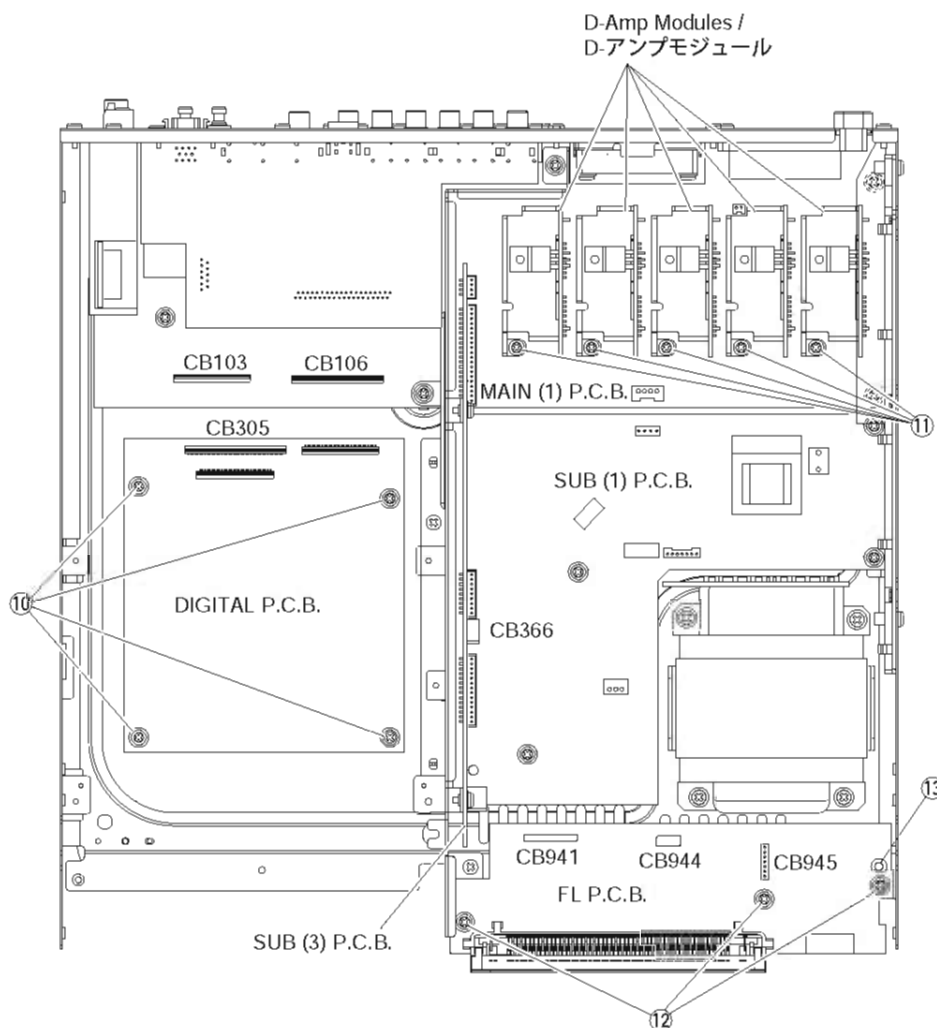

Fig. 6
- a. Disconnect the connectors CB305, CB103, CB106, CB366 and CB941 in Fig. 6.
- b. Remove 4 screws ( ⑩ ) and then remove the DIGITAL P.C.B. in Fig. 6.
- a. コネクターCB305、CB103、CB106、CB366、CB941を外します。(Fig. 6)
- b. ⑩のネジ4本を外し、DIGITAL P.C.B.を外します。(Fig. 6)
Remove 5 screws ( ⑪ ) and then remove the D-Amp Modules in Fig. 6.
- ⑪のネジ5本を外し、D-アンプモジュールを外します。(Fig. 6)
- a. Disconnect the connectors CB644 and CB945 in Fig. 6.
- b. Remove 3 screws ( ⑫ ) and 1 push rivet ( ⑬ ) and then remove the FL P.C.B. in Fig. 6.
- a. コネクターCB944、CB945を外します。(Fig. 6)
- b. ⑫のネジ3本、⑬のプッシュリベット1本を外し、FL P.C.B.を外します。(Fig. 6)